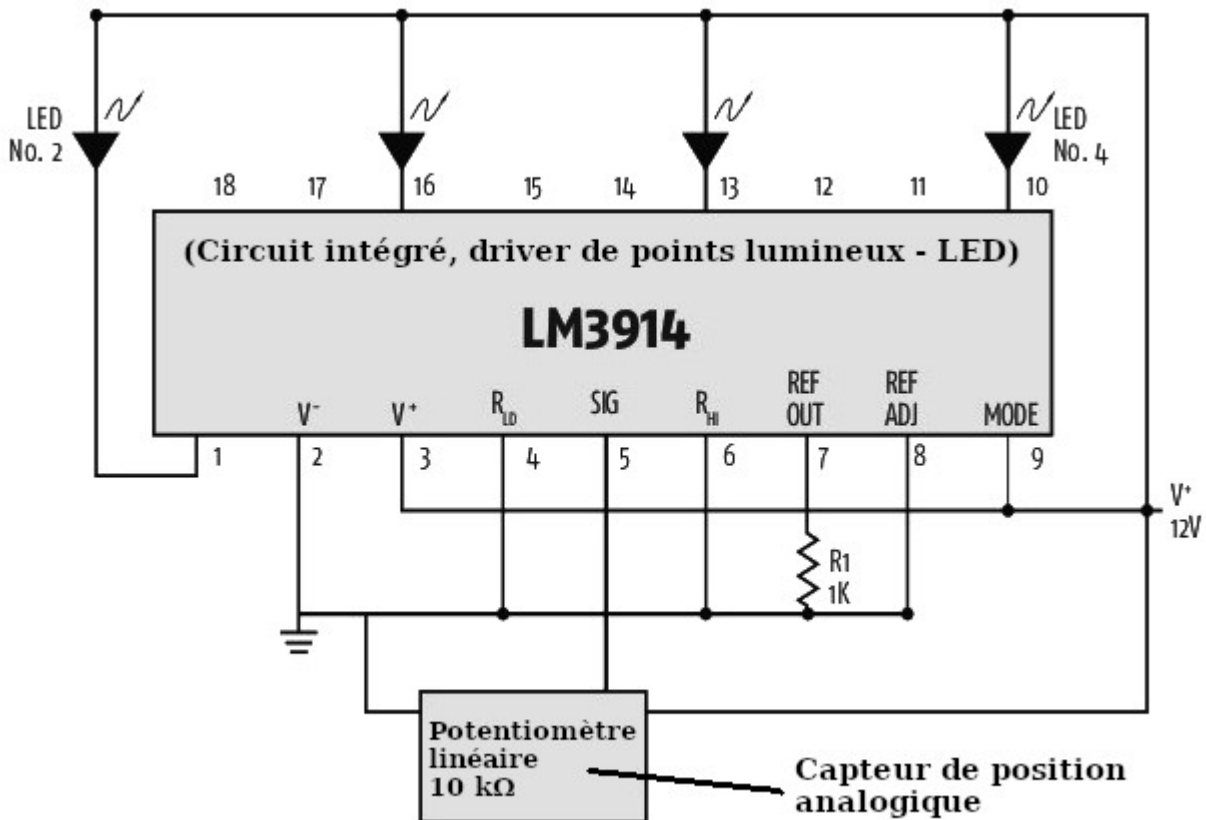
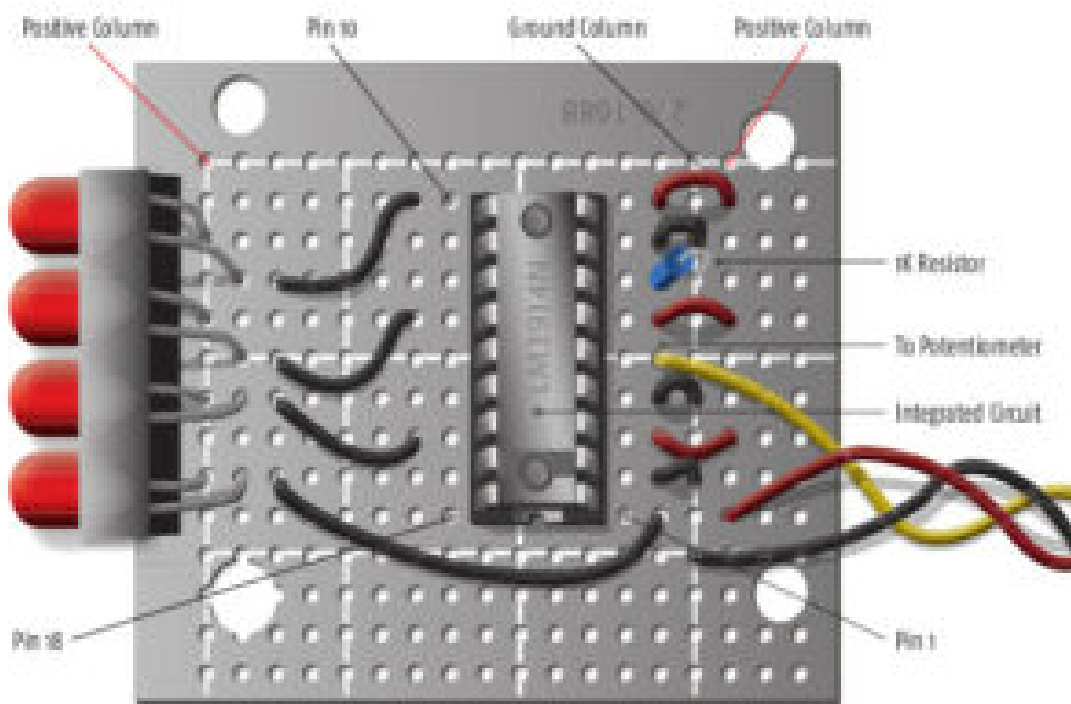

FIGURE 1
FIGURE 2
La figure 1 montre le schéma du circuit, et la figure 2 montre ma carte de circuit assemblée. Les seuls endroits où se tromper (en supposant que vous soyez raisonnablement soigneux quand vous soudez) sont de se connecter aux mauvaises broches du circuit intégré (IC) et d'inverser la polarité des LED.
Premièrement, je recommanderais que vous parcouriez les diagrammes de connexion dans la fiche technique pour voir comment les broches de l'IC sont identifiées. Comme vous pouvez le voir dans la figure 2, la broche 1 est située en bas à droite quand l'« encoche » à l'extrémité de l'IC est pointée vers le bas.
Enfin, connectez l'alimentation/masse 12 volts aux bornes extérieures du potentiomètre et à l'alimentation/masse sur la carte de circuit. Puis connectez la borne centrale du potentiomètre à la borne « signal » (le fil jaune dans la figure 2 qui est connecté à la broche 5). Si le potentiomètre a deux bornes centrales, alors l'une ou l'autre devrait fonctionner.